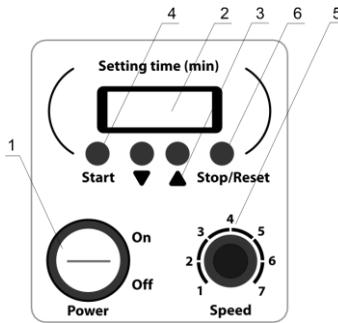

Fig.1 Panneau de configuration
- 4.3. Mettez sous tension en positionnant l'interrupteur d'alimentation (**Power**) sur **ON** (Fig.1/1), l'indicateur du minuteur (Fig.1/2) s'allumera.
- 4.4. À l'aide des touches ▼ et ▲ (Fig.1/3), réglez la durée de travail nécessaire; utilisez l'indicateur du minuteur pour vous guider. La durée programmée s'affiche en heures et en minutes (hh:mm).
- 4.5. Appuyez sur la touche **Start** (Fig.1/4). La plate-forme se mettra à tourner et l'indicateur du minuteur commencera à décompter l'intervalle de temps. Un intervalle de temps inférieur à 1 heure est affiché en minutes et en secondes (mm:ss), tandis qu'un intervalle de temps supérieur à 1 heure est affiché en heures et en minutes (hh:mm).
- 4.6. Réglez la vitesse de rotation requise (selon les recommandations méthodologiques) en utilisant le bouton **Speed** (Fig. 1/5).
- 4.9. Le mini-agitateur rotatif peut être arrêté à tout moment avant que la durée ne soit écoulée en appuyant sur la touche **Stop/Reset** (Fig.1/6). Pendant 20 secondes, l'indicateur du minuteur affichera la durée de fonctionnement de l'agitateur rotatif; après cela, il indiquera l'intervalle de temps programmé.